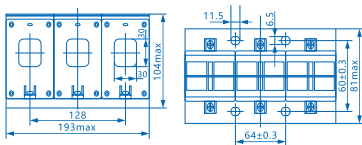

图3 NJBK2-400的互感器外形及安装尺寸
5.2 NJBK2-400的互感器外形及安装尺寸:见图3; 产品重量约为0.93kg。